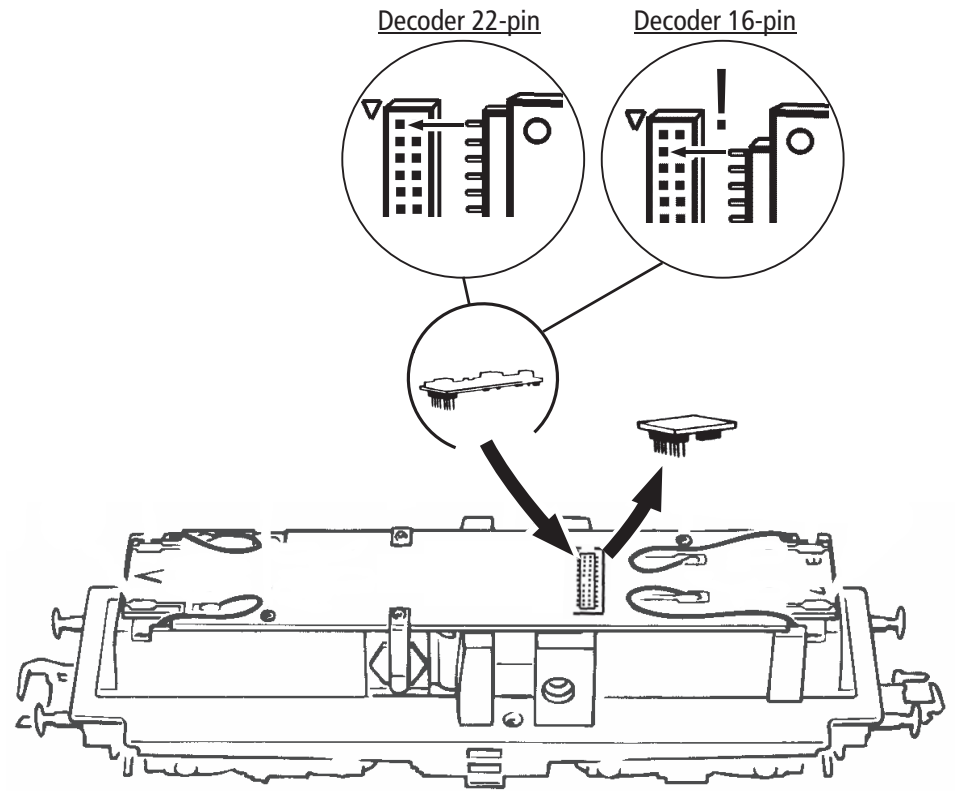

Fig. 8
1. Reinigung der Radstromkontakte: Radstromkontakte können auf unsauberen Schienen leicht verschmutzen. Entfernen Sie **vorsichtig** mit einem kleinen Pinsel **den Schmutz** an den in Fig. 8 gekennzeichneten Stellen.
3. Haftreifenwechsel: Zuerst die Drehgestellende abnehmen (Fig. 4). Danach den **Radsatz** herausnehmen und die **Haftreifen** mit einer Nadel od. mit einem feinen Schraubendreher abziehen (Fig. 8). Beim Aufziehen der neuen Haftreifen darauf achten, dass diese sich nicht verdrehen.
1. Cleaning of wheel contacts: Wheel contacts easily get dirty on tracks which are not entirely clean. Use a small brush to **remove dirt** from spots marked in fig. 8.
3. Change of traction tyre: Remove the bogie blind (fig. 4). Take out **wheel set** and remove **traction tyre** using a pin or a fine screwdriver (fig. 8). When pressing on the new traction tyre please **avoid twisting it**.
Enlevez la fiche de shuntage de l'interface (à conserver!) et enfichez finalement la fiche du module de télécommande aux prises de l'interface. Veuillez à la position correcte de la fiche (voir fig. 8).